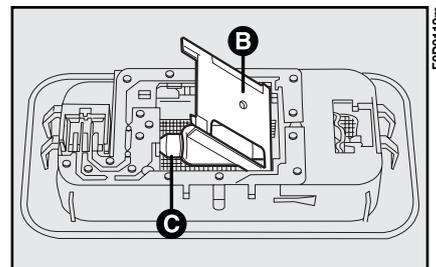

fig. 32
2) soulever le cache **B-fig. 32** et enlever la lampe grillée.